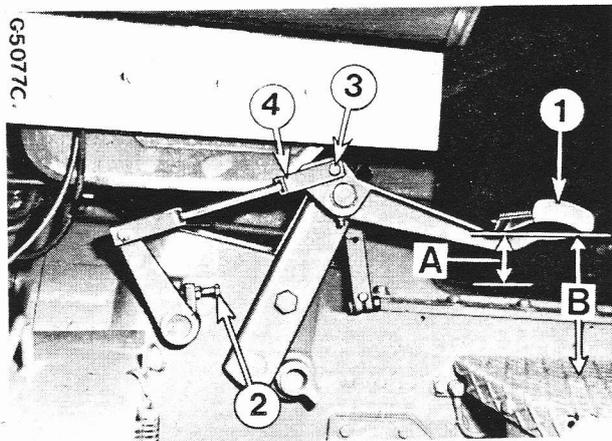

Figure 93 - Tringlerie d'embrayage monodisque pour 845 (également pour double disque)
Lorsque le tracteur est complètement embrayé, la pédale d'embrayage (1, fig. 93 et 94) doit avoir une garde d'environ 22 mm (A). Au fur et à mesure de l'usure des garnitures cette garde diminue. Un réglage de l'embrayage doit être effectué dès que cette garde n'atteint plus que 10 mm.